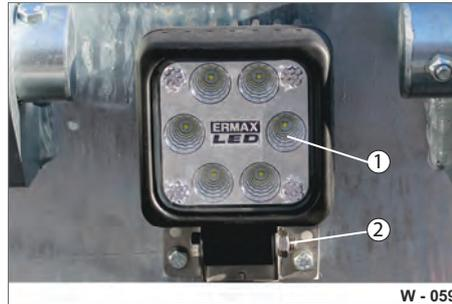

Abb. 69 Arbeitsleuchte, Heck
- ▶ Befestigungsschraube (Abb. 69/2) lösen.
- ▶ LED-Leuchte (Abb. 69/1) entnehmen.